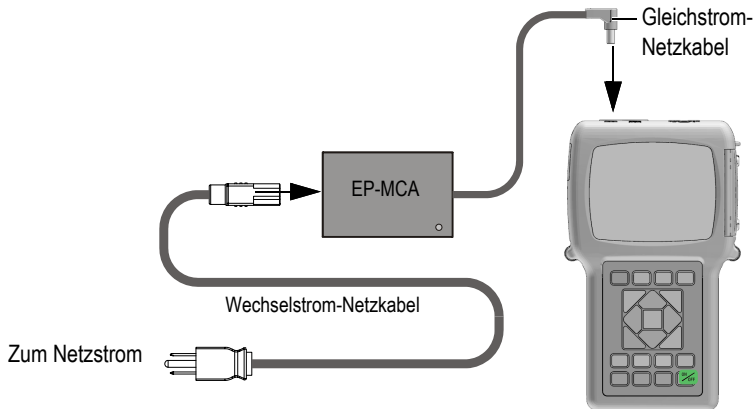

Abbildung 2-2 Anschluss des Universalnetzteils
1. Stecken Sie das Netzkabel in das Universalnetzteil (Bestellnummer: EP-MCA [U8767042]) und in einen passenden Netzstecker ein (siehe Abbildung 2-2 auf Seite 50).